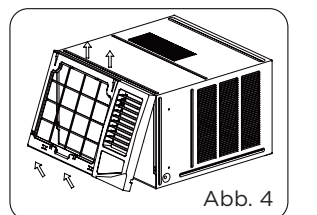

Abb. 4
- Halten Sie die linke Unterseite des Rahmens fest, heben Sie ihn an, um die Unterseite zu entriegeln, und entfernen Sie ihn in Ihre Richtung (siehe Abb. 4).